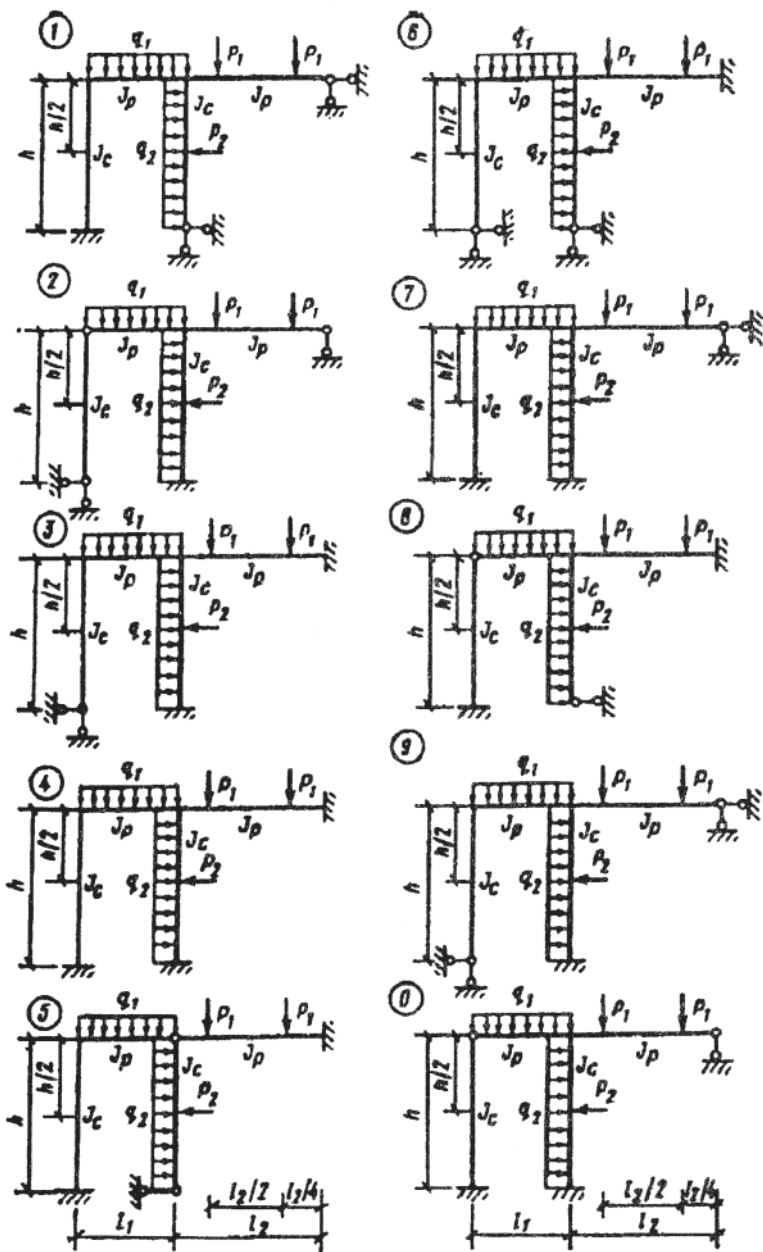

Рис. 2.
Для статически неопределимой рамы (рис. 2) требуется:
**Примечание.** При решении задачи 2 в схемах на рис. 2 нагрузку на раму принимать в сочетаниях  $q_1$  с  $P_2$  или  $q_2$  с  $P_1$  (по выбору студента).